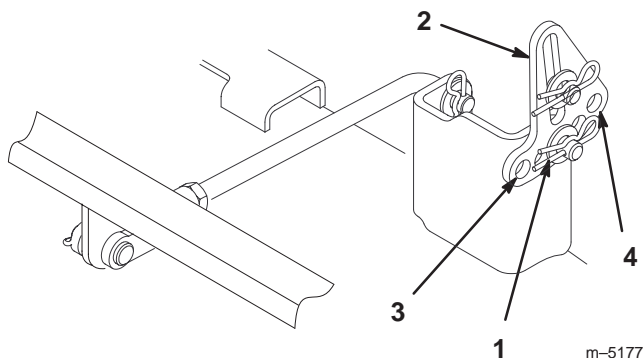

Figure 38
5. Enlevez la goupille fendue et la rondelle de la patte de mise à niveau (Fig. 38). Pour mettre les lames de niveau, fixez les pattes de mise à niveau dans un autre trou à l'aide de la rondelle et de la goupille fendue (Fig. 38). Utilisez un trou plus en avant pour réduire la hauteur de ce côté, ou un trou plus en arrière pour l'augmenter. Réglez les deux côtés selon les besoins.